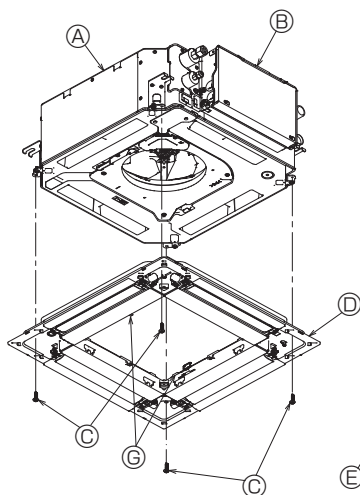

Fig. 10-6
- Zet het rooster vast door de vier schroeven aan te draaien. (Fig. 10-6)